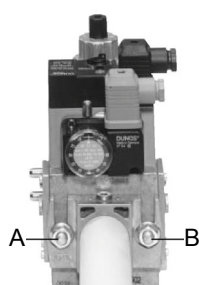
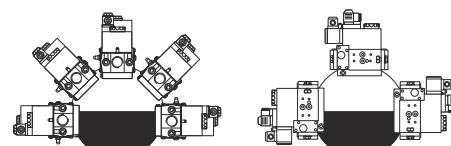

Fig. 5
Fig. 8
3. stringere le viti A, B, C e D (Fig. 5 - Fig. 6), rispettando le posizioni di montaggio (Fig. 8);
ATTENZIONE: una volta montata la rampa secondo lo schema riportato in Fig. 5, deve essere effettuata la prova di tenuta del circuito gas, secondo le modalità previste dalla normativa vigente.